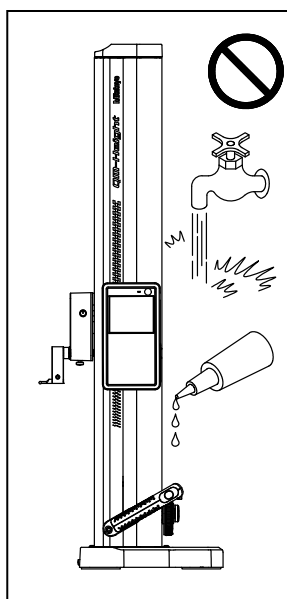

Fig. 1
- N'utilisez pas cette colonne dans des endroits où elle risquerait d'être exposée directement à des projections de liquides de coupe, d'eau, à de la poussière, etc. (Fig.1).